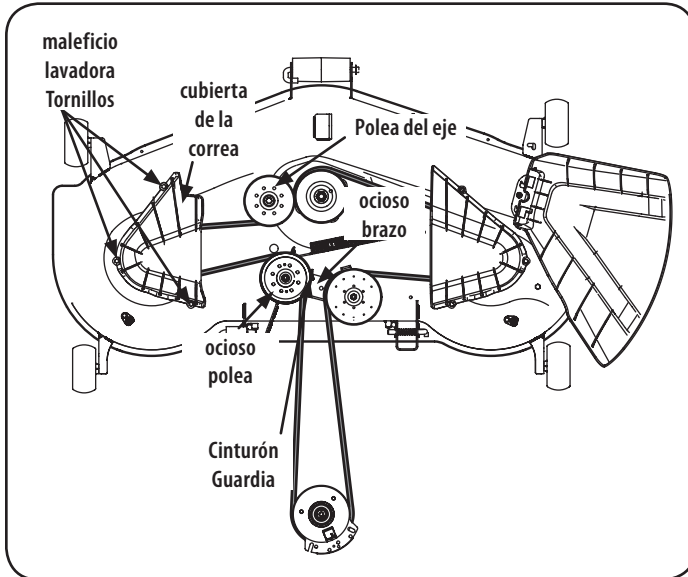

Figura 35
2. Quite los tornillos de la arandela hexagonales cubiertas de la correa de la cubierta. Ver Figura 35 para 54" plataforma and ver Figure 36 para 42" plataforma.
- c. Instalar la nueva correa alrededor de las poleas del eje como se muestra y vuelva a instalar la cinta cubre. Ver Figura 35.
- e. Coloque la correa como se muestra en la Figura 35 y vuelva a instalar la cubierta (consulte Instalación de la plataforma).